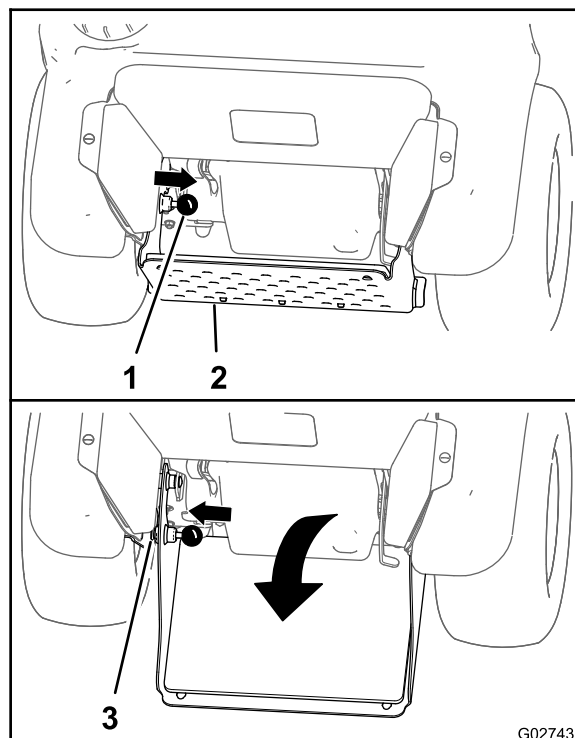

Figure 17
1. Tirez le bouton de verrouillage de la plate-forme vers l'intérieur, jusqu'à ce que la goupille passe le trou supérieur dans le châssis (Figure 17).
2. Faites pivoter la plate-forme vers le bas jusqu'à ce que la goupille de verrouillage soit en face du trou inférieur du châssis (Figure 17).
- Déplacez le bouton de verrouillage vers l'extérieur, jusqu'à ce que la goupille dépasse du trou inférieur (Figure 17).
- Tirez le bouton de verrouillage de la plate-forme vers l'intérieur, jusqu'à ce que la goupille passe le trou supérieur dans le châssis (Figure 17).
- Faites pivoter la plate-forme vers le haut jusqu'à ce que la goupille soit en face du trou supérieur du châssis (Figure 17).
- Déplacez le bouton de verrouillage vers l'extérieur, jusqu'à ce que la goupille dépasse du trou supérieur (Figure 17).